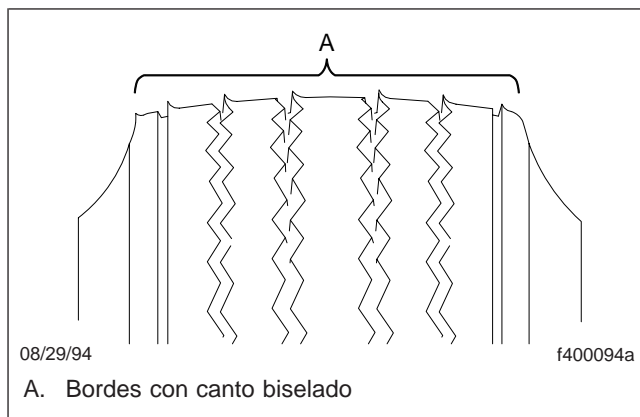

Figura 5, Daños al neumático debidos a una convergencia excesiva de las ruedas o un alineamiento incorrecto del eje motor
entre el punto más atrasado de las ruedas (B), y restando entonces la primera de la segunda (B-A). La convergencia de las ruedas es ajustable. Si no se ajusta correctamente, el vehículo podría tirar hacia un lado al conducirlo. Podría causar vibraciones en la rueda o desgaste desigual en las bandas de rodadura (muescas en la superficie de contacto de la banda con la carretera). Igualmente, podría causar un desgaste rápido o severo de las ruedas en el eje de dirección, usualmente en un patrón de canto biselado. Vea la **Figura 5**.